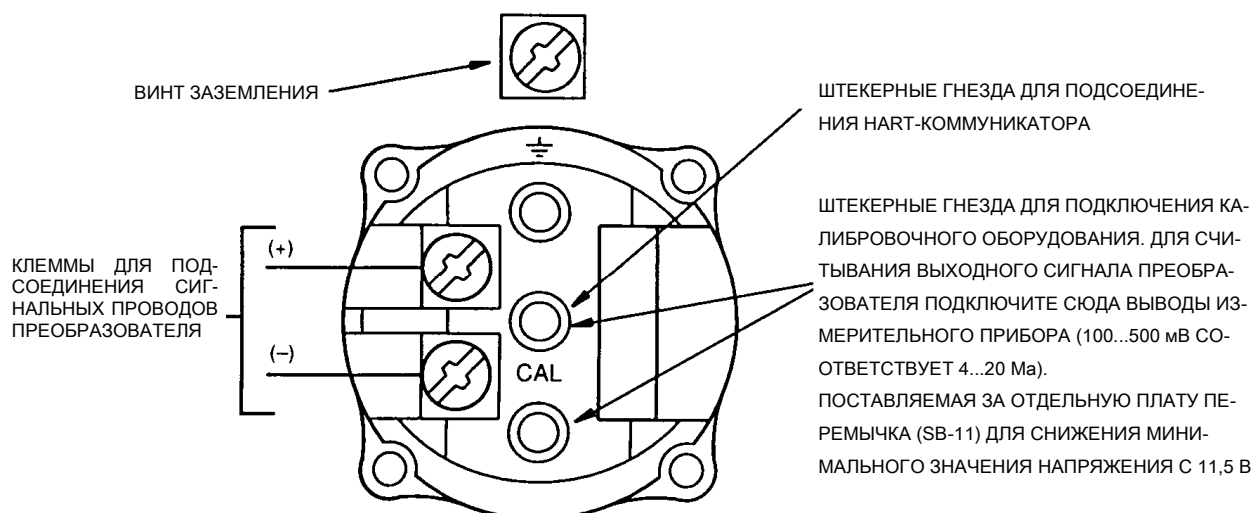

Рис. 5. Маркировка электрических клемм
Для получения доступа к электрическим клеммам преобразователя отведите фиксатор (если он предусмотрен) в направлении корпуса, чтобы освободить резьбовую крышку и снимите крышку с клеммной коробки как показано на рис. 4. Клеммная коробка маркирована выбитой на корпусе надписью «FIELD TERMINALS» (Электрические клеммы). Маркировка клемм показана на рис. 5.
6. Подсоедините провода источника питания и контура приемного устройства к положительной и отрицательной клеммам, показанным на рис. 5.